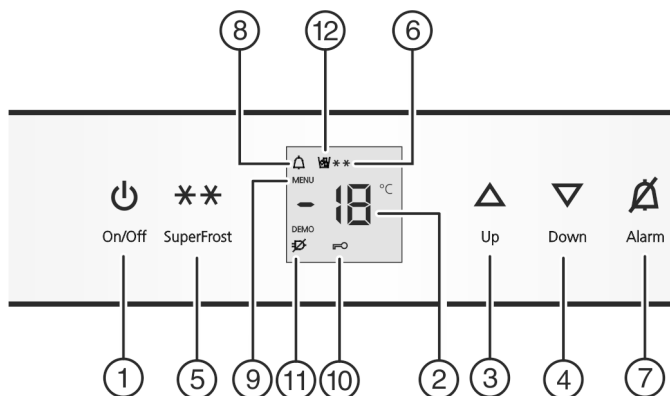

Fig. 2
- Toets On/Off Fig. 2 (1) indrukken.
- Instelmodus activeren: toets SuperFrost Fig. 2 (5) ca. 5 s indrukken.
- ▷ Het symbool Menu Fig. 2 (9) is verlicht.
- Druk kort op de toets SuperFrost Fig. 2 (5) om te bevestigen. Als in de display **c1** wordt aangegeven:
- om de kinderbeveiliging in te schakelen, drukt u kort op de toets SuperFrost Fig. 2 (5).
- ▷ Het symbool kinderbeveiliging Fig. 2 (10) brandt. Op de display knippert **c**. Als in de display **c0** wordt aangegeven:
- ▶ om de kinderbeveiliging uit te schakelen, drukt u kort op de toets SuperFrost Fig. 2 (5).
- ▷ Het symbool Kinderbeveiliging Fig. 2 (10) dooft. Op de display knippert **c**.
- ▶ Instelmodus deactiveren: toets On/Off Fig. 2 (1) indrukken.
- ▶ Toets Alarm Fig. 2 (7) indrukken.
Tegelijkertijd knipperen de temperatuurdisplay en het symbool Alarm Fig. 2 (8).
Het akoestisch alarm stopt automatisch, het symbool Alarm Fig. 2 (8) gaat uit en de temperatuurdisplay houdt op met knipperen, wanneer de temperatuur weer laag genoeg is.
- ▶ Temperatuur hoger instellen: insteltoets Up Fig. 2 (3) indrukken.
- ▶ Temperatuur lager instellen: insteltoets Down Fig. 2 (4) indrukken.